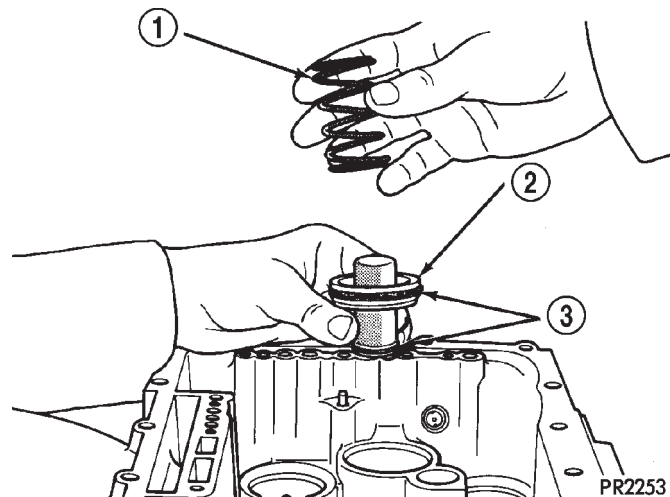

Fig. 69 Muelle y émbolo del acumulador
(29) Instale el muelle y el émbolo del acumulador (Fig. 69).